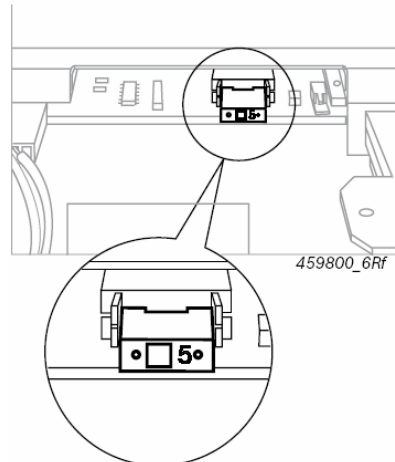

Рис. 11. Проверка предохранителя.
3. Извлечь предохранитель F1 и проверить его (рис. 11).